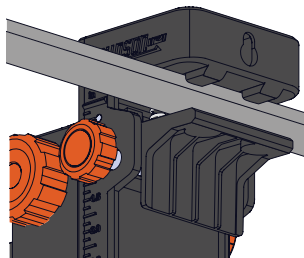

Figure 30
3. Placez l'accessoire de montage sur rail sur un rail, en vous assurant que la pince soit bien en place sur le rail. Serrez le plus petit bouton de réglage pour fixer l'accessoire de montage sur rail au rail. (Figure 30)